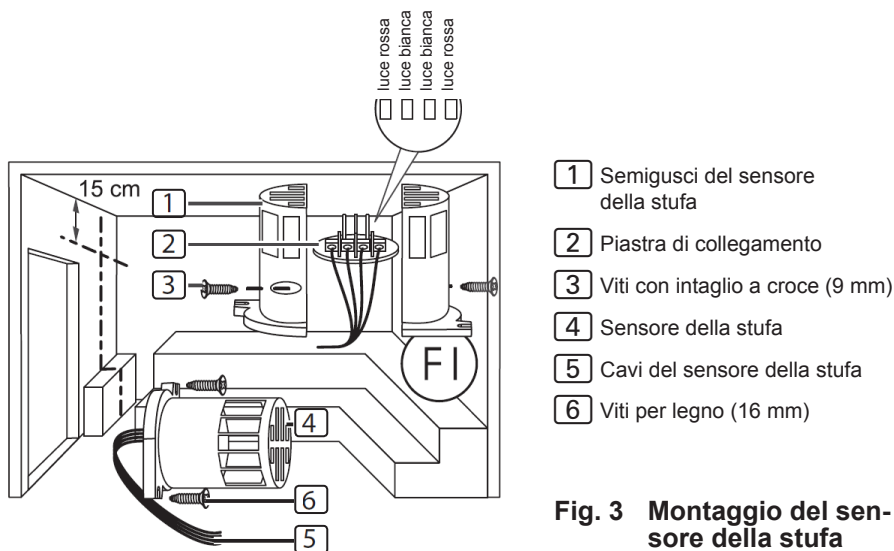

Fig. 3 Montaggio del sensore della stufa
Per il montaggio del sensore della stufa eseguire i seguenti passaggi (vedi **Fig. 3**):
3. Collegare i 4 pin del cavo del sensore della stufa [5] conformemente alla **Fig. 3**.
4. Posizionare la piastra di collegamento [2] nei semigusci del sensore in senso trasversale (come indicato nella **Fig. 3**).